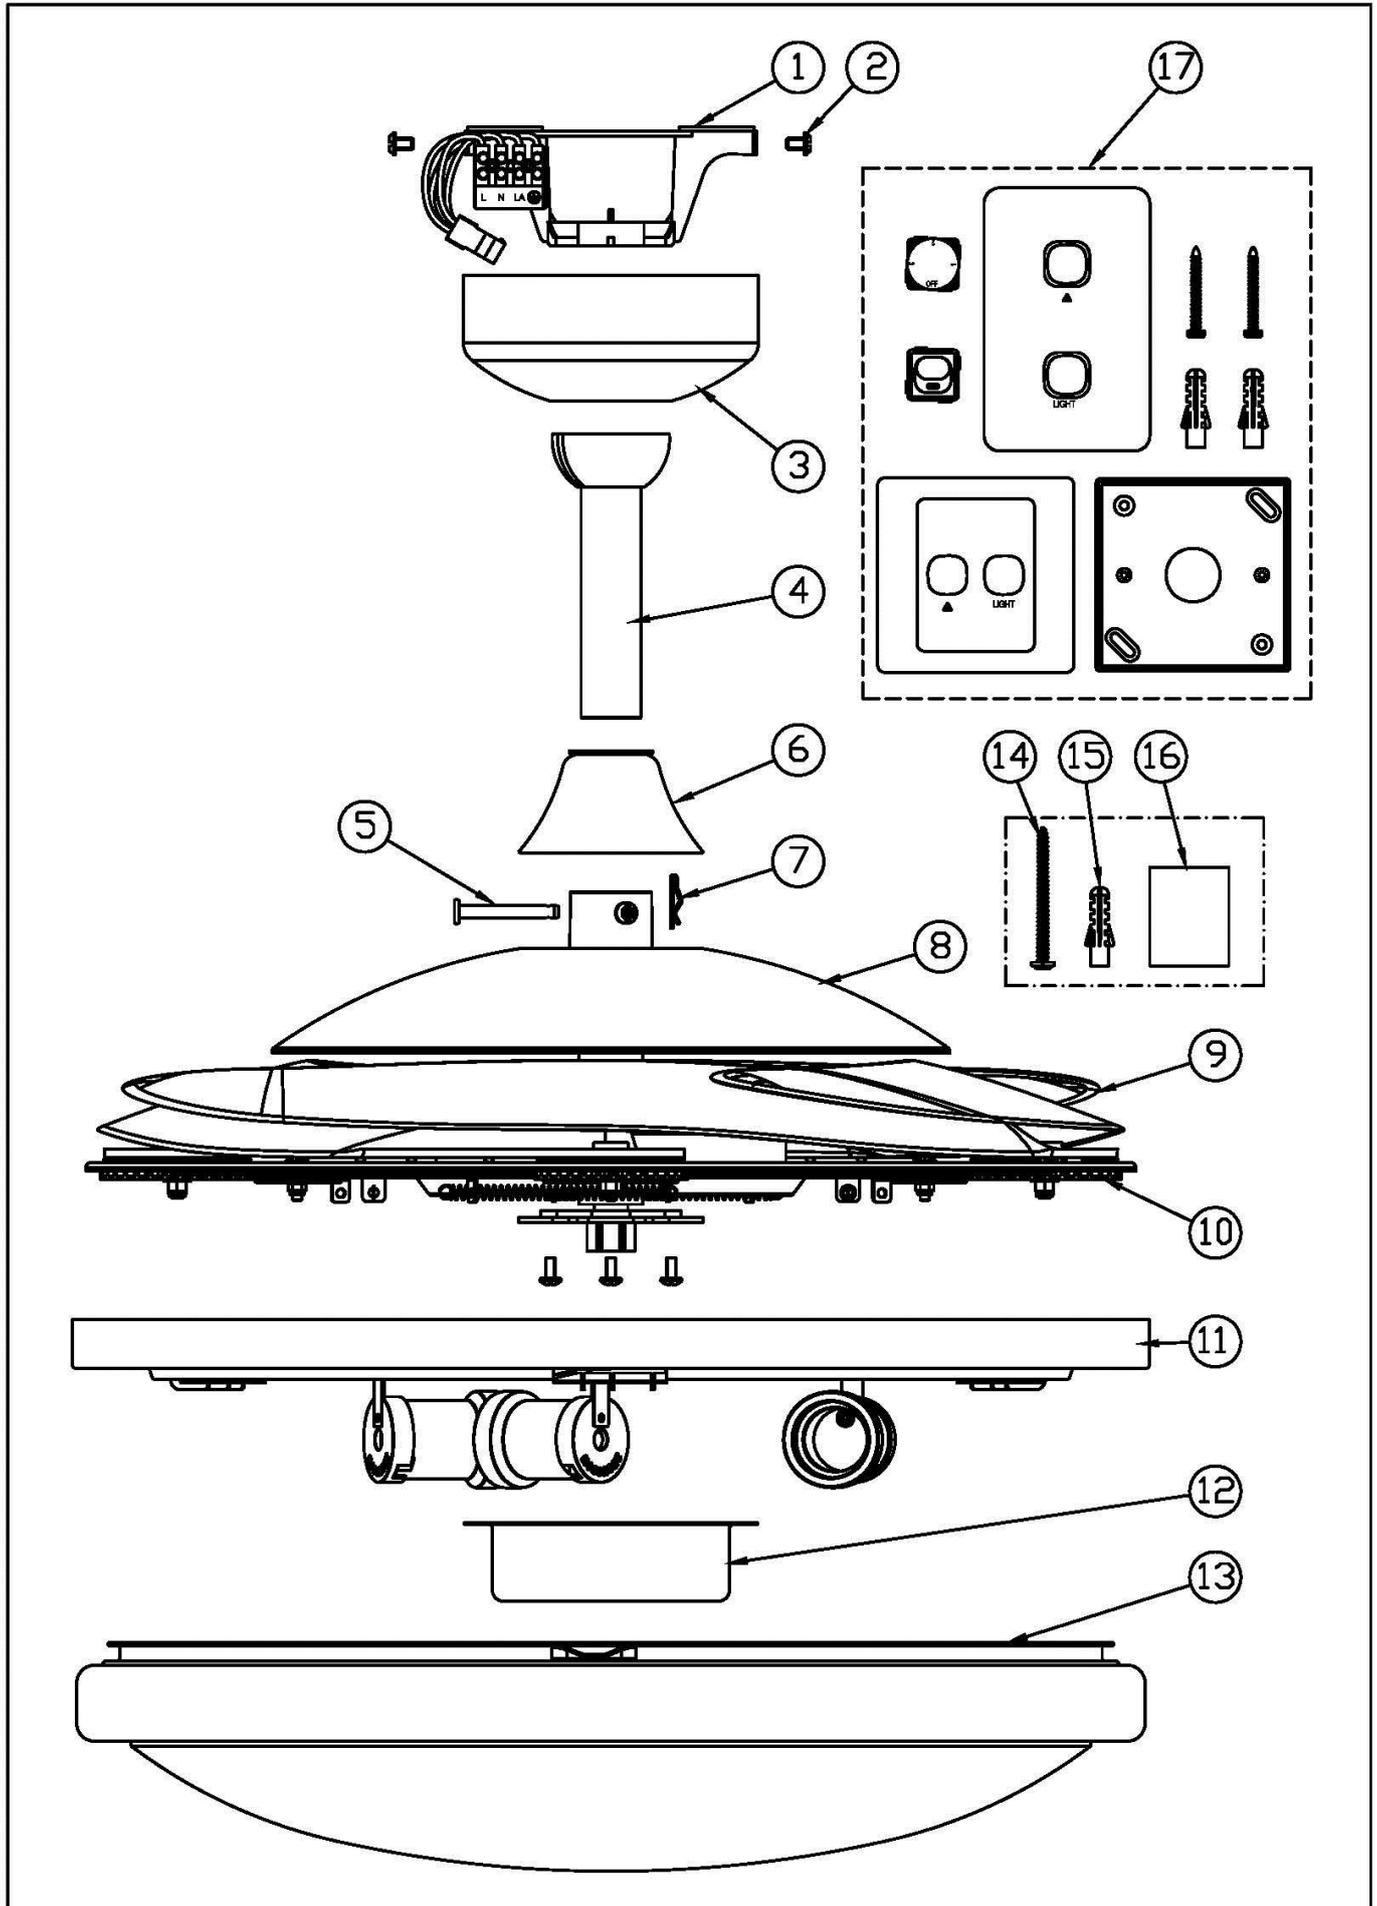

FIGURA 1
Extraiga el ventilador e identifique cuidadosamente las partes. Consulte la FIGURA 1.
- 2) Retire el dosel para cielo raso (No. 3 - Figura 1) aflojando los dos tornillos con ranuras.